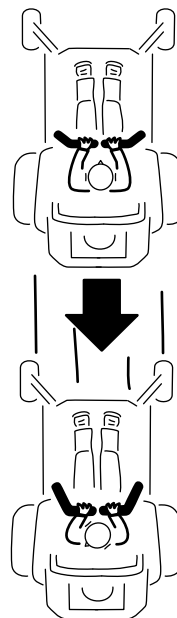

Figura 26
2. Para andar para trás, puxe as alavancas de controlo do movimento lentamente para trás (**Figura 26**).